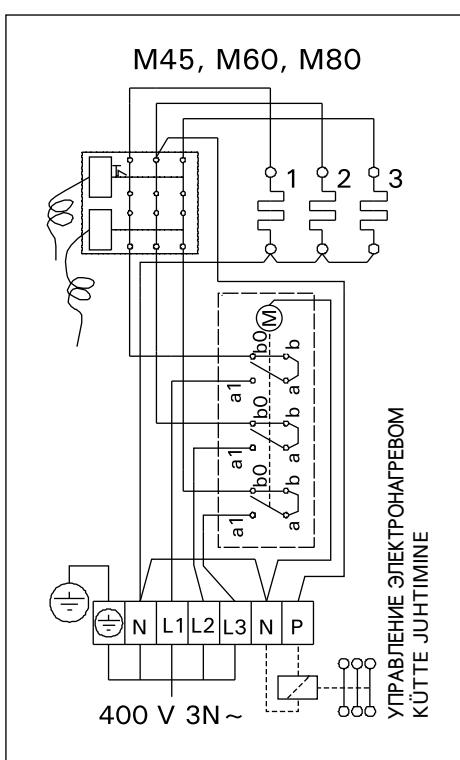

Рисунок 12. Электромонтаж каменки M
- Кроме клемм питания каменки М оснащены также клеммой (Р), которая делает возможным управление электрическим нагревом (рис. 12). Управляющее напряжение передается от каменки, когда она включена. Кабель управления электронагревом подводят прямо к соединительной коробке каменки и дальше с помощью резинового кабеля, равного по сечению соединительному кабелю, к клеммнику.